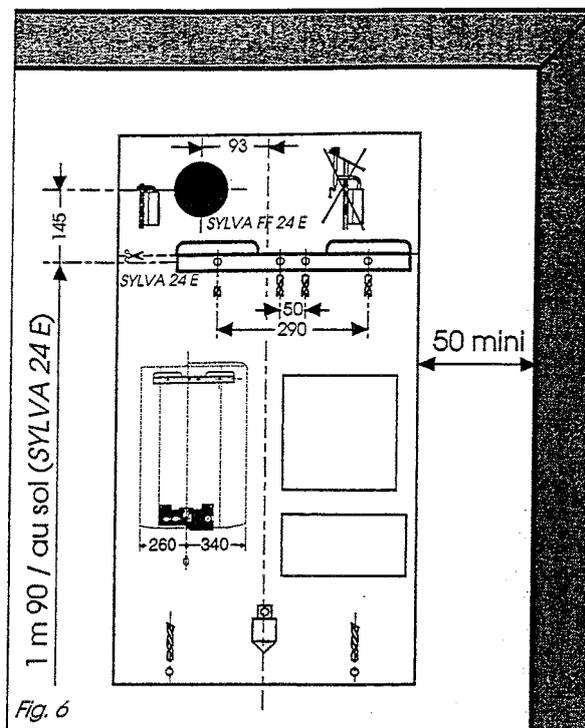

Fig. 6
- De respecter la hauteur minimale de 1,80 m pour le bas du coupe-tirage dans le cas où celui-ci sert de ventilation haute (**modèles SYLVA 24 E**). Cette condition est satisfaite si la barrette de fixation (**fig. 6**) est positionnée à 1,90 m du sol,